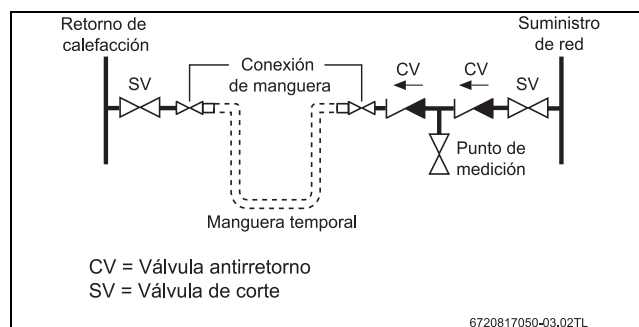

Fig. 14 Llenado del sistema
- El circuito primario debe llenarse, utilizando un bucle de llenado o cumpliendo con la fig. 14 para el llenado del sistema.
- En caso de que el volumen del sistema sea mayor a 100 litros o exceda los 2,65 bar de presión máxima de calefacción, se deberá colocar un vaso de expansión adicional (2) lo más cercano posible al aparato en el retorno de la calefacción.
- Aplicar presión al vaso de expansión extra (2) según la misma fig. como en el vaso de expansión montado en la caldera (aproximadamente 0,75 bar).